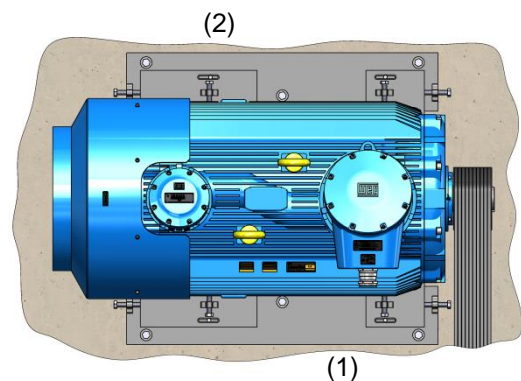

Рисунок 5-4 - Монтаж рельса
Ближайший к приводному шкиву рельс располагается таким образом, чтобы регулировочный болт (1) был между электродвигателем и приводимым механизмом. Болт второго рельса должен располагаться на противоположной стороне (диагонально противоположно (2)), как показано на Рисунок 5-4. Электродвигатель крепится болтами к рельсам и устанавливается на основание.